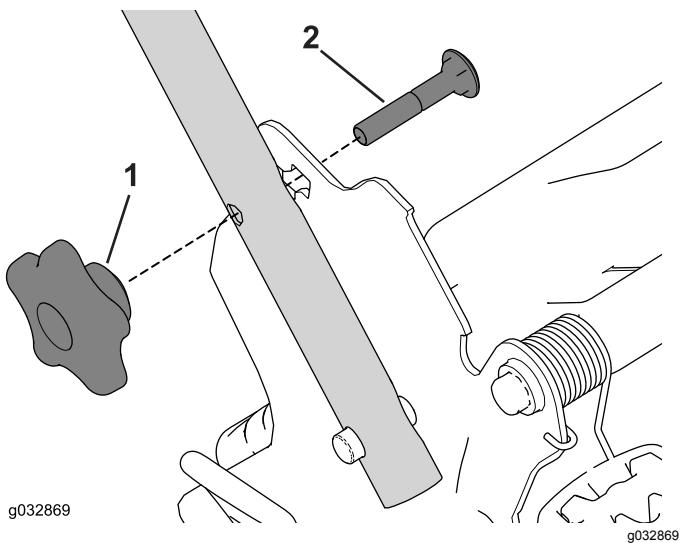

図 20
1. ハンドルブラケットからハンドルノブ2個とキャリッジボルト2本を外して保管する図 20。